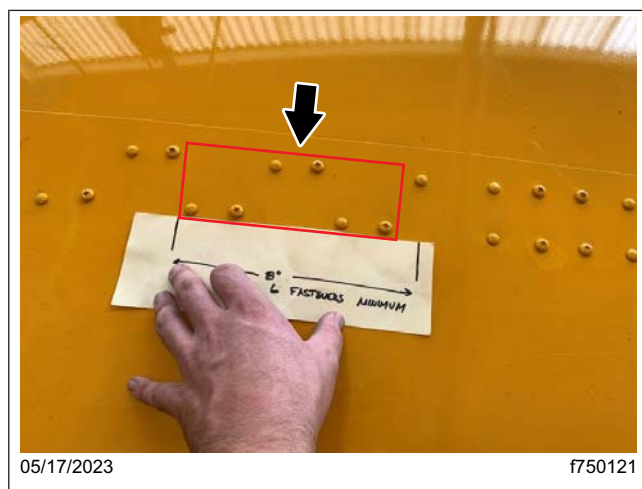

**Fig. 17, Six attaches installées dans une portée de huit
IMPORTANT: Toute largeur de huit pouces de la couture doit comporter au moins six attaches (y compris les rivets et les vis), comme le montre le **Fig. 17**. Si le nombre de fixations est inférieur à six, ajoutez des vis supplémentaires au besoin.
- IMPORTANT: Toute largeur de huit pouces de la couture doit comporter au moins six attaches (y compris les rivets et les vis), comme le montre le Fig. 17. Si le nombre de fixations est inférieur à six, ajoutez des vis supplémentaires au besoin.